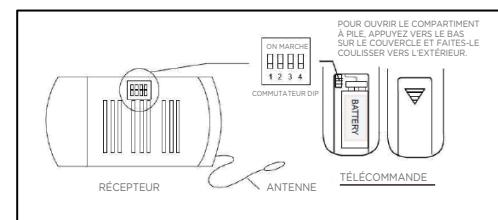

Fig. 8
- Pour jumeler une télécommande avec un récepteur, définissez le même code sur la télécommande et le récepteur à l'aide des commutateurs DIP (Fig. 8). Si plus d'un ventilateur est installé, chaque ventilateur et télécommande nécessitera un code unique afin que chaque télécommande ne contrôle qu'un seul ventilateur.